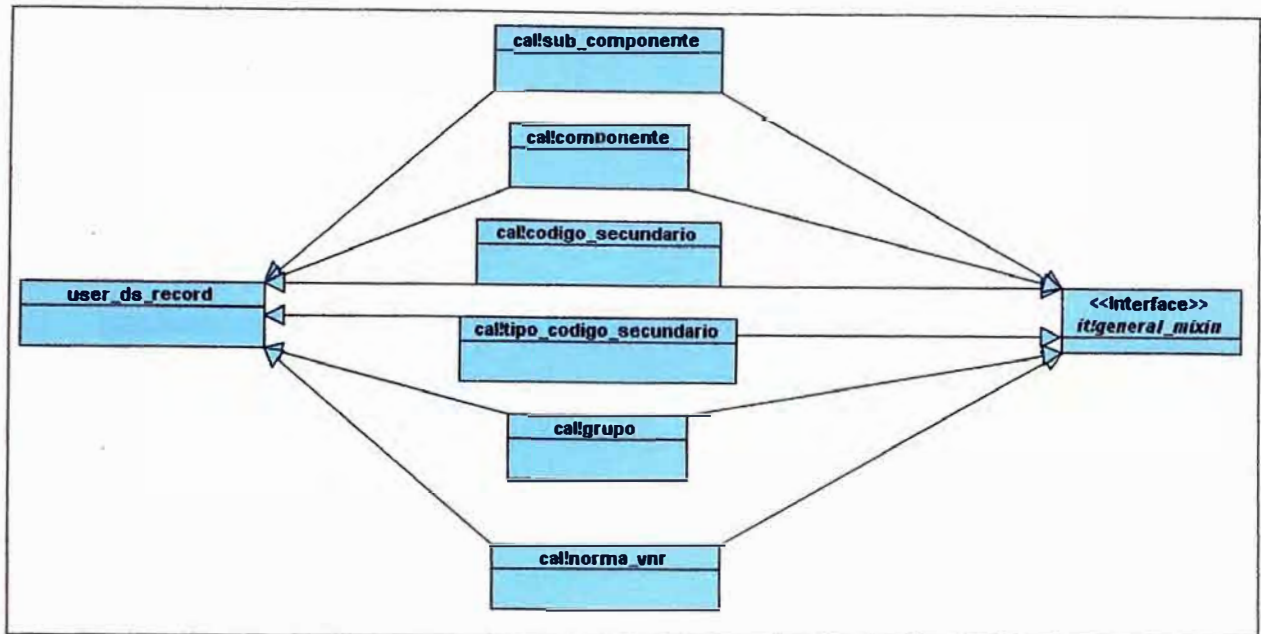

Figura 5.3 Clases de los Catálogos del Sistema
- Clases de los catálogos del Sistema (figura 5.3)